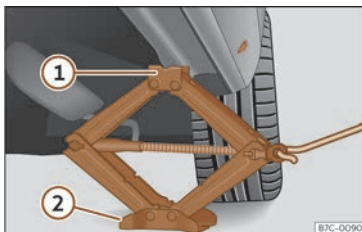

Fig. 43 Llarguer: col·locació del gat del vehicle.
- Gireu la manovella del gat, situat sota el punt de recolzament del llarguer, per elevar-lo fins que la pestanya ① >>> fig. 43 quedi situada sota l'allotjament previst.
- Alineu el gat de manera que la pestanya ① "s'adhereixi" a l'allotjament previst del llarguer i la placa base mòbil ② quedi recolzada a terra. La placa base ② ha de caure en la vertical respecte al punt de recolzament ①.